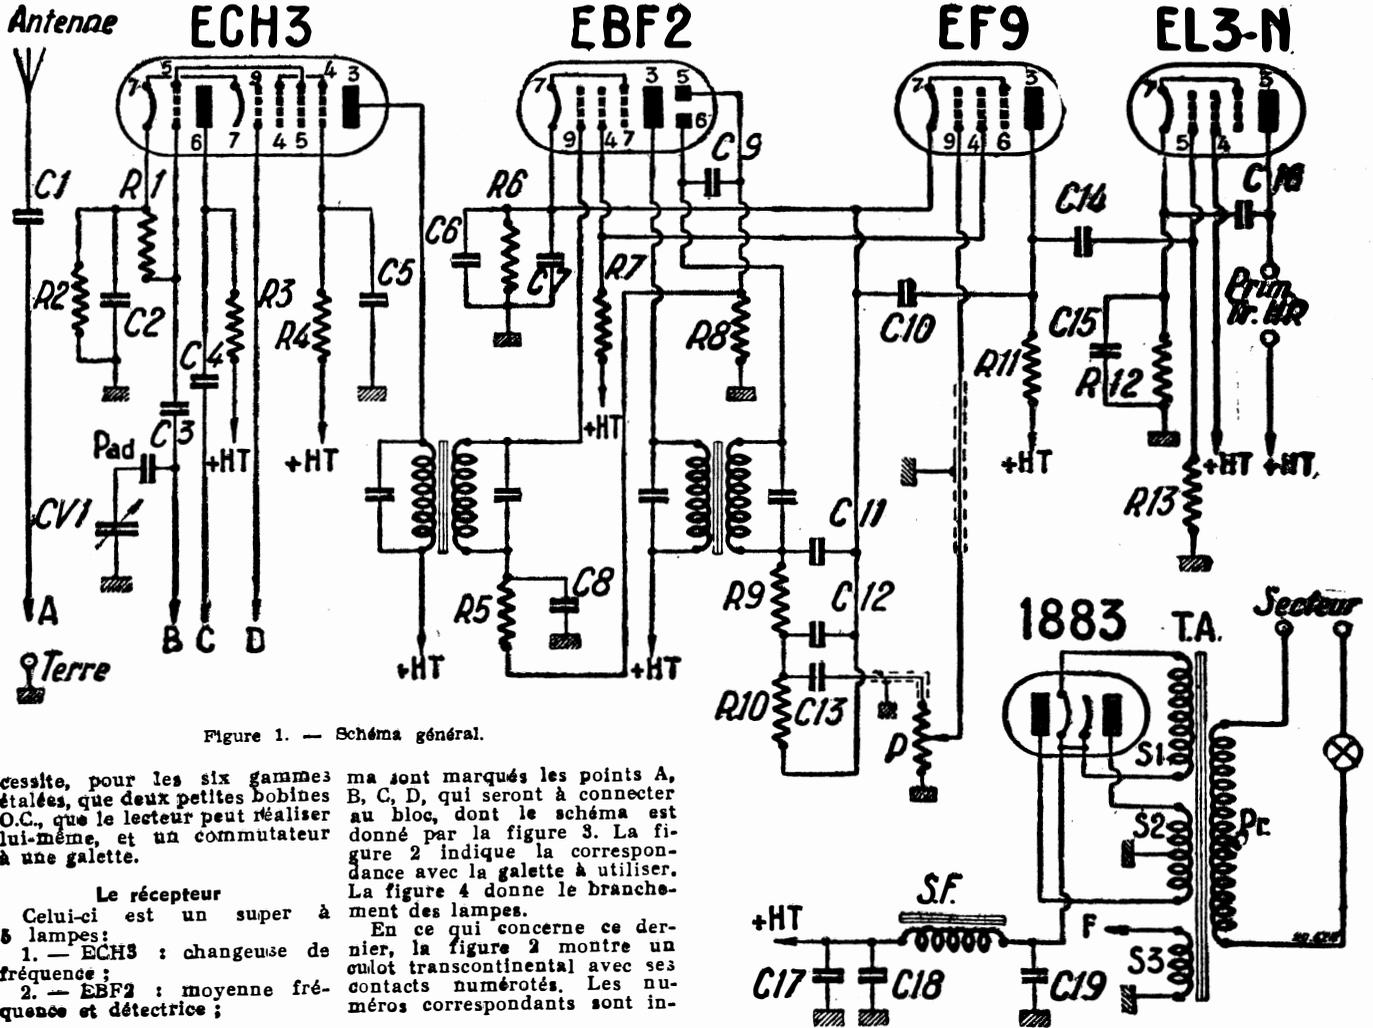

Figure 1. — Schéma général.
cessite, pour les six gammes étalées, que deux petites bobines O.C., que le lecteur peut réaliser lui-même, et un commutateur à une galette. 3. — EF9 : première basse fréquence ; 4. — EL3-N : basse fréquence finale ; 5. — 1883 : redresseuse à chauffage indirect. La figure 1 donne tous les détails du montage. Sur ce sché-
diqués sur les symboles des lampes de la figure 1. Les électrodes portant les mêmes numéros sont connectées à l'intérieur des ampoules ; il n'y a donc pas lieu de s'en occuper ; par exemple, pour la ECH3, la grille triode et la
10. Le haut-parleur (Z = 7.000 Ω) est adapté à la EL3N et a une excitation de 1.800 Ω. Cette excitation est désignée par SF sur la figure 1.